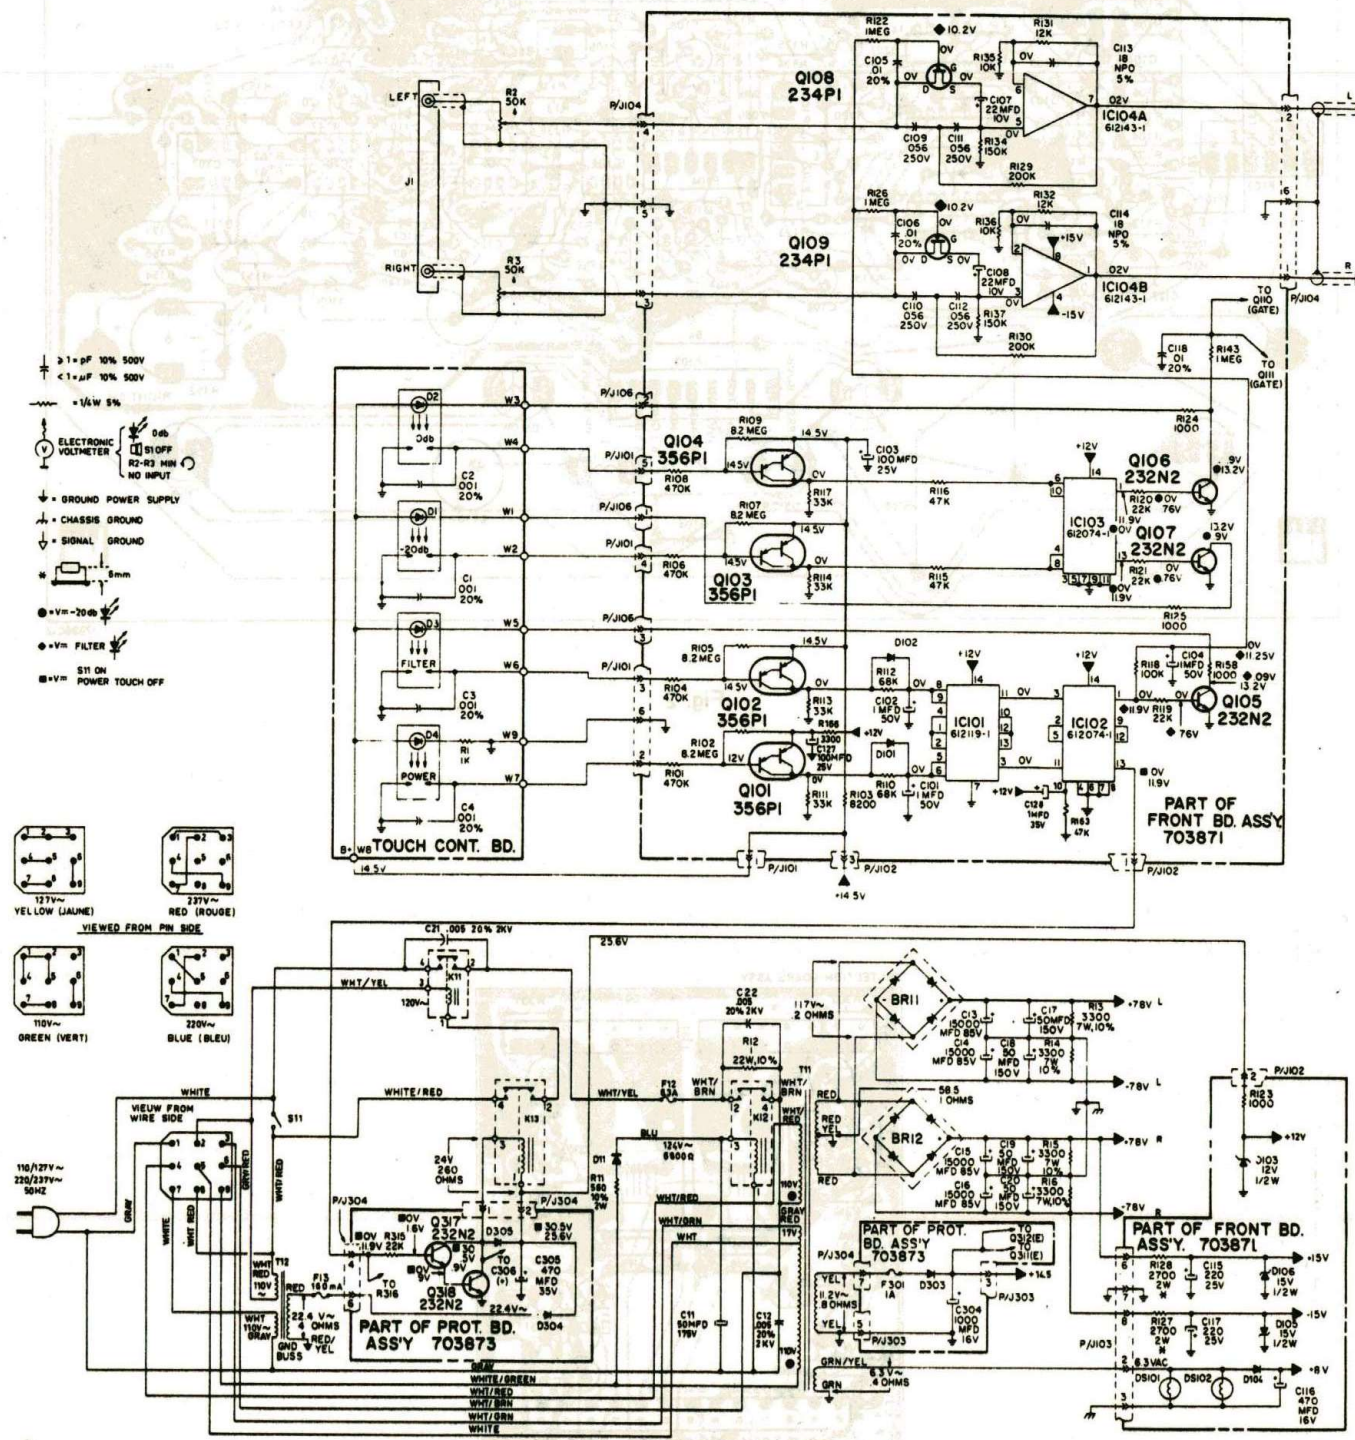

Fig. 1
- a. In het voedingsgedeelte (fig. 1) zijn onderstaande wijzigingen aangebracht:
- b. Frontprintplaat, fig. 1.